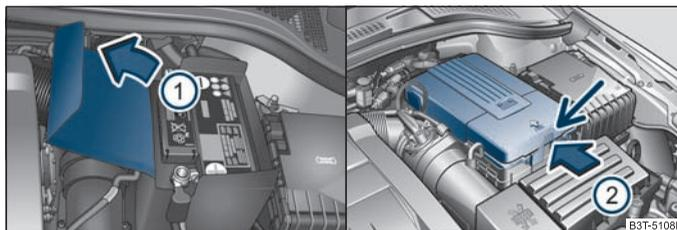

Abb. 186 Motorraum: Polyester-Abdeckung der Fahrzeugbatterie / Kunststoffabdeckung der Fahrzeugbatterie
Die Batterie befindet sich im Motorraum in einer Polyester-Abdeckung ⇒ Abb. 186 links, bzw. in einer Kunststoffabdeckung* ⇒ Abb. 186 rechts - oder im linken seitlichen Fach des Gepäckraums ⇒ Seite 109, Abb. 116.
- Öffnen Sie die Batterieabdeckung in Pfeilrichtung ① bzw. drücken Sie die Verrastung an der Seite der Batterieabdeckung in Pfeilrichtung ② ⇒ Abb. 186, klappen Sie die Abdeckung nach oben und entnehmen Sie diese.
Der Rand der Polyester-Batterieabdeckung ⇒ Seite 226, Abb. 186 -links wird bei Arbeiten an der Batterie zwischen Batterie und Seitenwand der Batterieabdeckung eingesteckt.